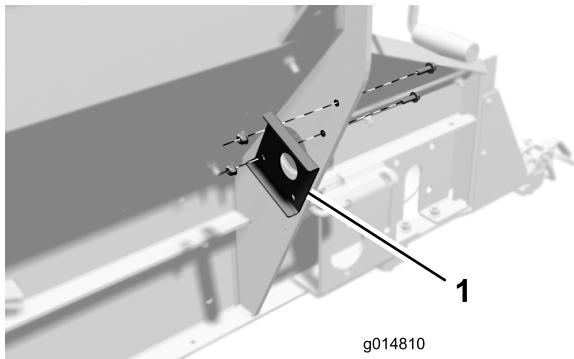

図 4
- 図 4 のようにライト用ブラケットを取り付ける； $5/16 \times 1$ インチのフランジ・ヘッドねじ 2 本と $5/16$ インチのフランジ・ナットを使用し、各ガセットプレートについてこの作業を行う。大きい穴はずれているので、この穴が機体の外側に近くなるように取り付ける。